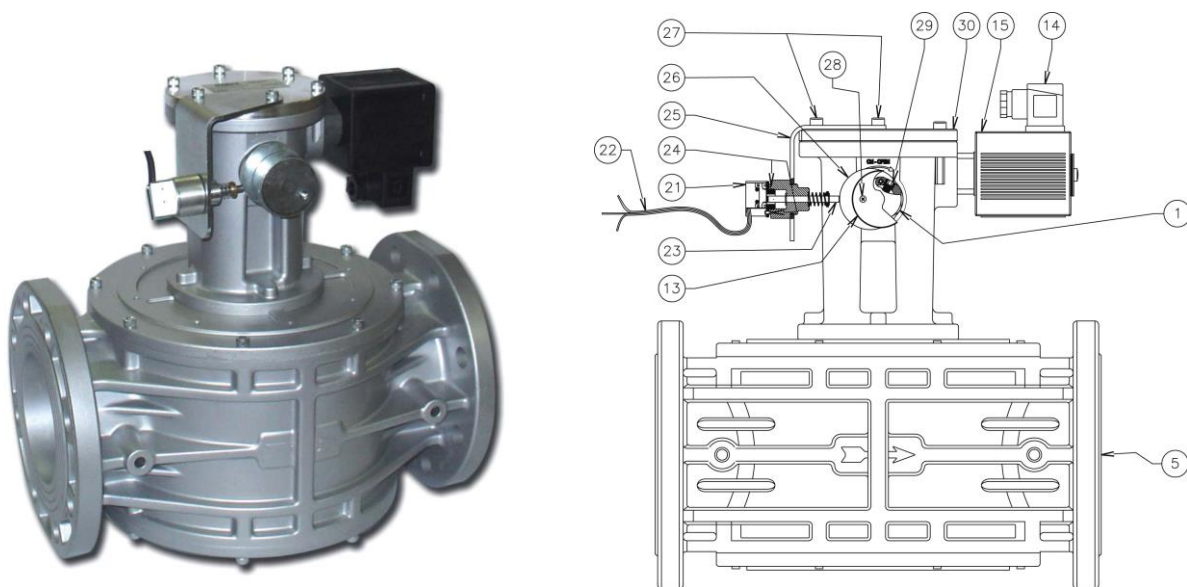

Рис. 7
Если индикаторный переключатель поставляется в комплекте запасных частей, его установка на уже собранный электромагнитный клапан (DN 65 - DN 80 - DN 100 – DN 125 - DN 150 - DN 200 – DN250 - DN 300) производится в следующем порядке (см. рис. 7) 1. Отвинтите шпильку (29) которая обеспечивает фиксацию рукоятки взвода (1) и извлеките рукоятку.
2. Вставьте эксцентриковое металлическое кольцо (26) и рукоятку взвода (1), поставляемые в комплекте, затем зафиксируйте их с помощью шпильки фиксации (29).
3. Отвинтите два винта (27) с крышки цилиндра (30).
4. Установите кронштейн индикатора (25) на крышку цилиндра (30), как показано на рис. 7, при помощи двух винтов.
5. Для регулировки индикатора (21), установите эксцентриковое металлическое кольцо (26) так, чтобы при закрытом электромагнитном клапане штифт индикатора (23) был нажат.
6. Зафиксируйте в этом положении индикатор (21) используя шпильки крепления индикатора (24).
Клапан (Рис. 7) состоит из: рукоятка взвода (1), корпус клапана (5), колпачок рукоятки взвода (13), электрический коннектор (14), соленоид (15), индикатор положения (21), соединительный кабель (22), штифт индикатора положения (23), шпильки крепления индикатора положения (24), кронштейн для индикатора положения (25), эксцентриковое металлическое кольцо (26), винты фиксации кронштейна для индикатора положения (27), винт фиксации колпачка рычага взвода (28), шпилька фиксации рукоятки взвода (29), крышка цилиндра(30).